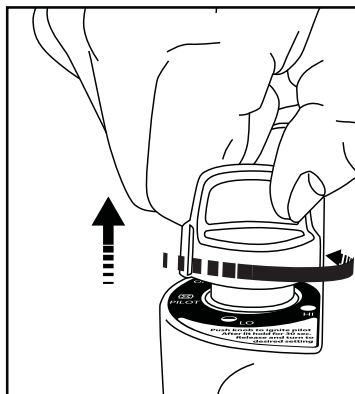

Рисунок 5: Отпустите ручку
- После успешного зажигания контрольной горелки удерживайте ручку в течение 30-60 секунд, а затем отпустите. Ручка должна вернуться в полностью выдвинутое положение; для эксплуатации обогревателя слегка нажмите ручку и мягко поверните ее, закрепив в положении HI (ВЫСОКАЯ МОЩНОСТЬ), чтобы зажечь панель горелки. Оставьте ручку в положении HI (ВЫСОКАЯ МОЩНОСТЬ), пока панель горелки не приобретет ярко-оранжевый цвет. Рисунок 5.